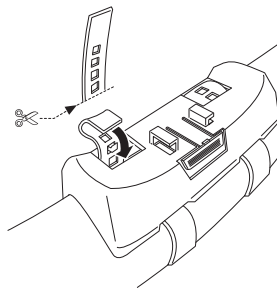

Abb. 17
3. Schneiden Sie den überstehenden Teil des Bandes ab. (Abb. 17)